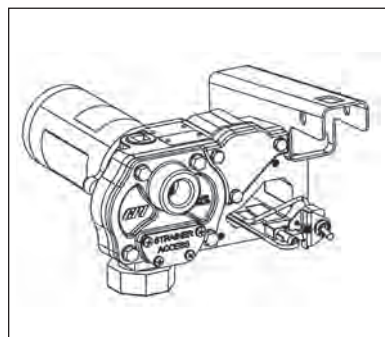

Figura 16
- Remova o parafuso de montagem do suporte da chave e puxe-a cuidadosamente da cavidade da chave. (Figura 16)